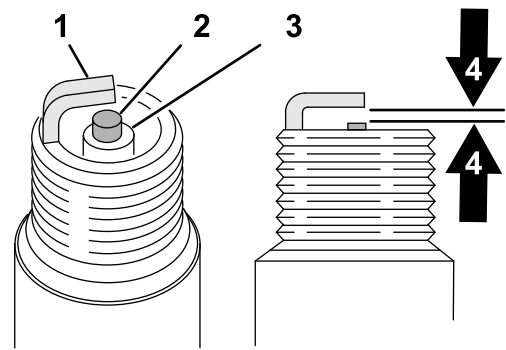

Bild 165
1. Sehen Sie sich die Mitte der Zündkerzen an (Bild 165). Wenn der Kerzenstein hellbraun oder grau ist, ist der Motor richtig eingestellt. Eine schwarze Schicht am Kerzenstein weist normalerweise auf einen schmutzigen Luftfilter hin.